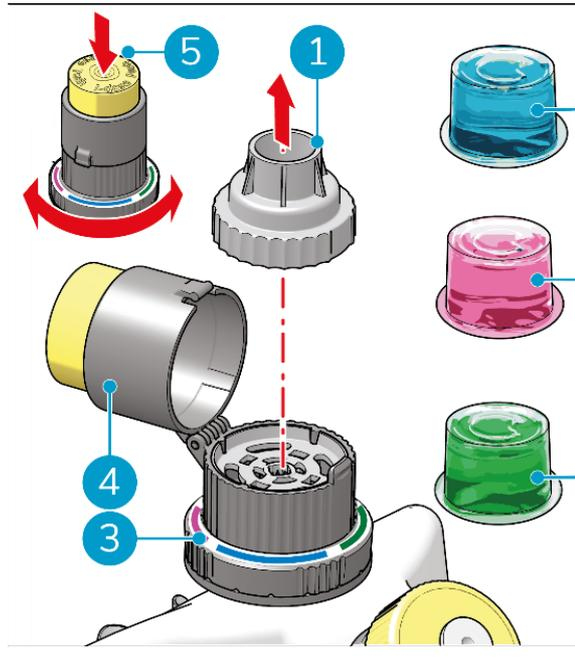

Figura 19
4. Se applicabile, rimuovere la vecchia capsula i-dose e togliere il tappo (Figura 19, pos. 1).
5. Posizionare la capsula i-dose desiderata (Figura 19, pos. 2) nell'iniettore i-dose.
6. Rimettere il tappo (Figura 19, pos. 1).
7. Chiudere la parte superiore di i-dose (Figura 19, pos. 4).